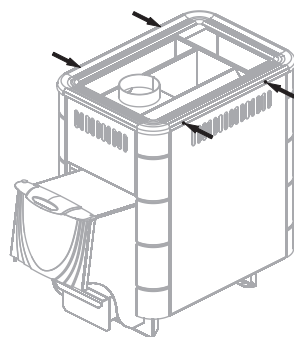

Рисунок 11. Саморезы для демонтажа рамки конвектора печи «Компакт Б»
2. Снять рамку конвектора, открутив 4 самореза (рисунок 11)